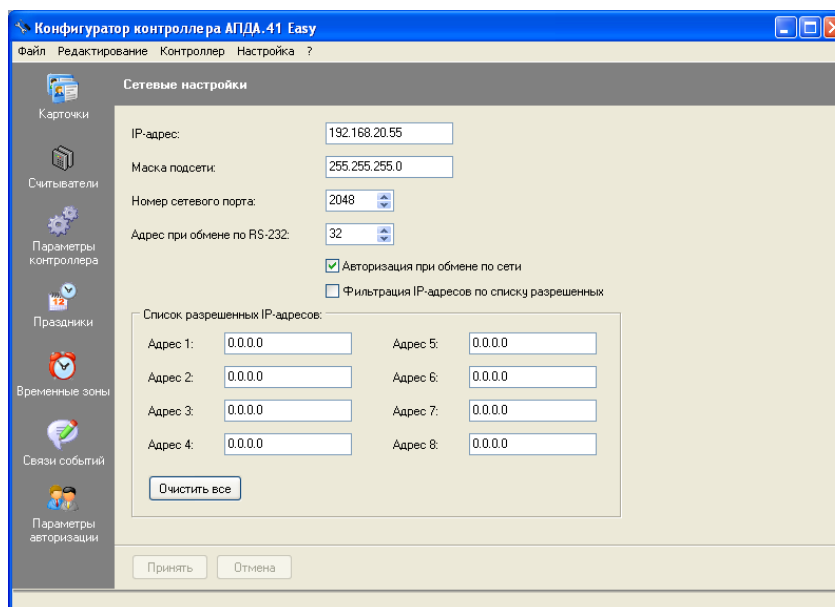

Рисунок 25
- 10) Выберите пункт меню "Редактирование/Сетевые настройки". В рабочем окне программы отобразится окно "Сетевые настройки" (см. Рисунок 25).